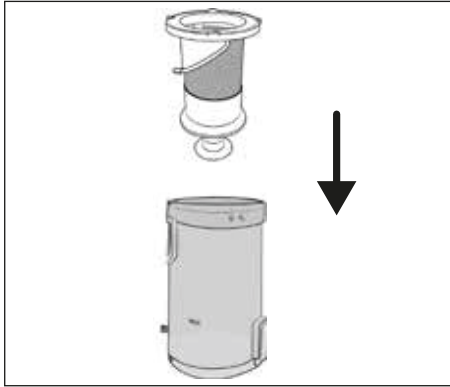

Fig. 21
- 6) Insérez le filtre en acier inoxydable **6** dans le bac à poussière **7** et poussez-le jusqu'en bas (voir fig. 21). Notez que le filtre en acier inoxydable **6** est doté de dispositifs d'arrêt de différentes tailles. Le filtre en acier inoxydable **6** ne s'insère dans le bac à poussière que dans une seule position du fait de ces dispositifs d'arrêt **7**.